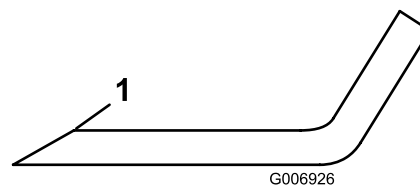

図 16
3. 全部のブレードの切っ先を丁寧に点検する。切っ先が鈍くなっていたり欠けていたりした場合には研磨する。研磨は刃先の上面だけに行い、刃の元々の角度を変えないように十分注意する（図 16）。ブレードの左右を均等に削れば、バランスを狂わすことなく研磨を行うことができる。